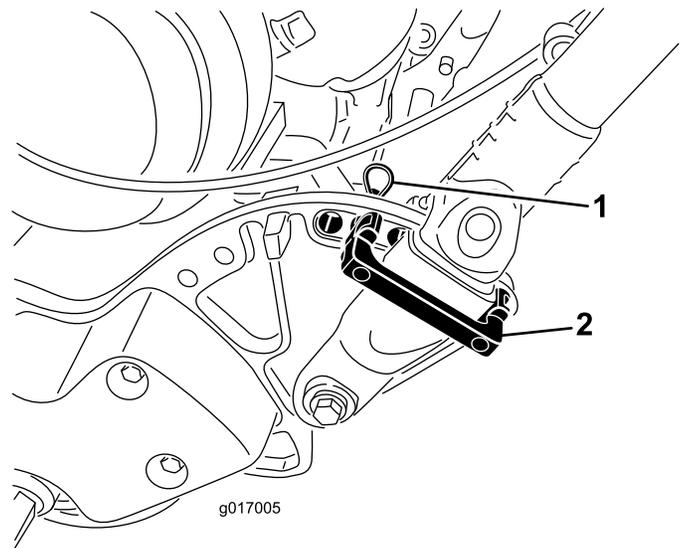

Figure 27
1. Retirez les goupilles fendues des dispositifs de maintien du guidon de chaque côté de la machine (Figure 27).
2. Soutenez le guidon, retirez les goupilles fendues de chaque côté et faites pivoter le le guidon à la position voulue (Figure 27).